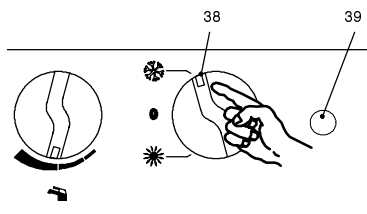

fig. 5.4
- 2 Assicurarsi che il commutatore di funzione (38) sia posizionato come in fig. 5.4 e che il termostato ambiente, se, installato sia in posizione "richiesta calore".